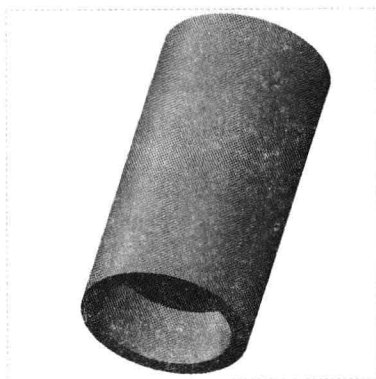

图 8-35 图形文件
Step 01 按【Ctrl+O】组合键，打开图形文件，如图 8-35 所示。